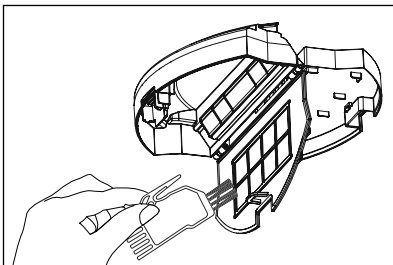

Fig. 11
- 5) Pulire il filtro a reticella con lo spazzolino **10** (vedere fig. 11).